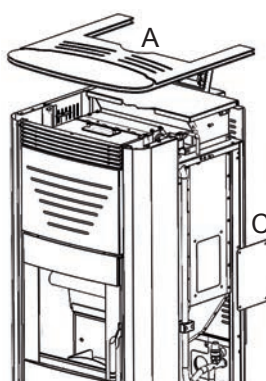

Fig. 13
- Sollevare il rivestimento superiore (A), sganciare il rivestimento laterale (B) e rimuovere il tappo d'ispezione (C); ( Fig. 13 )